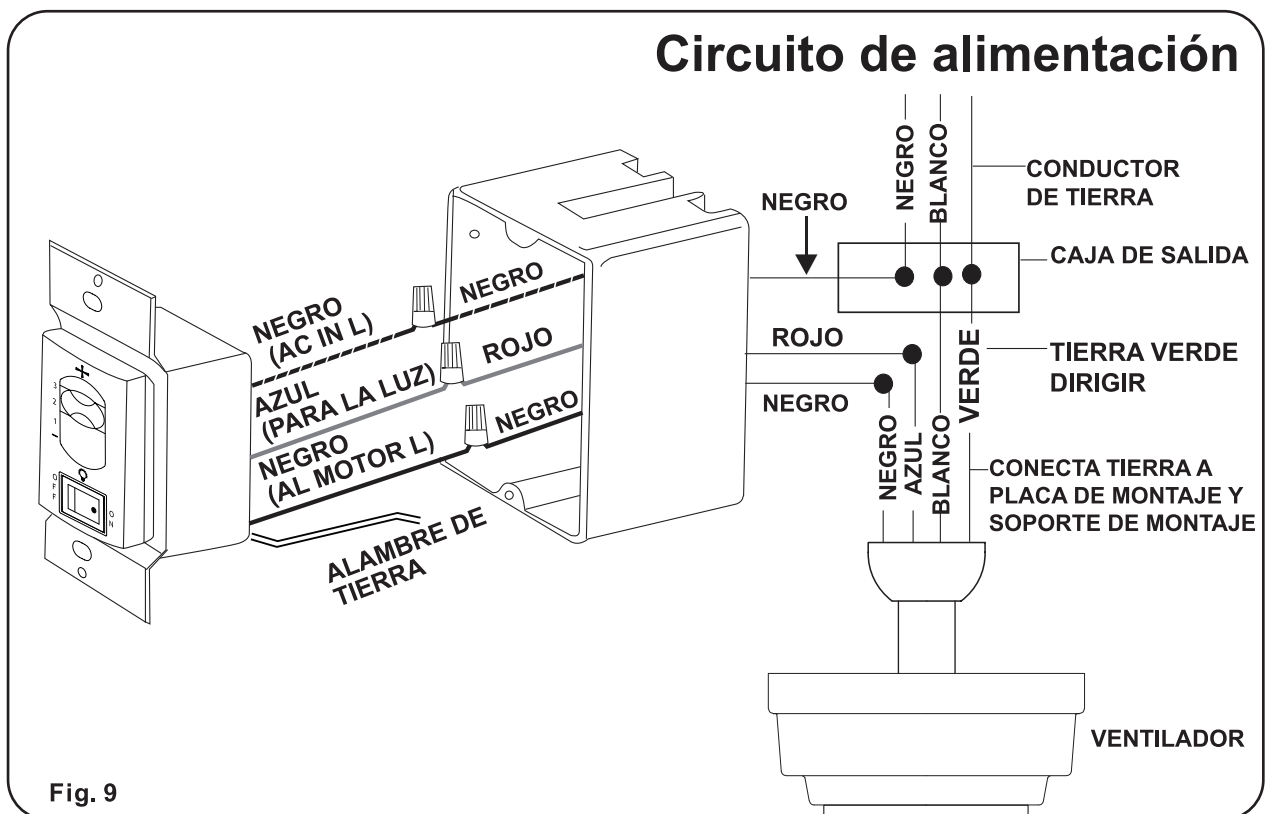

Fig. 9
- Ponga el botón de la luz en el control de pared en la posición-y ponga el botón de velocidad en el control de la pared en la posición 0. (Fig.9)
- Haga las conexiones de los cables (Fig.9) y sujete los cables con las tuercas de cable suministradas.
- Conecta el cable azul del ventilador al cable azul marcado "para luz" desde el control de luz a través de un cable rojo que se muestra en la Fig. 9, el cable rojo puede ser de un color diferente dependiendo de su ubicación, si no está seguro, consulte con un electricista calificado.